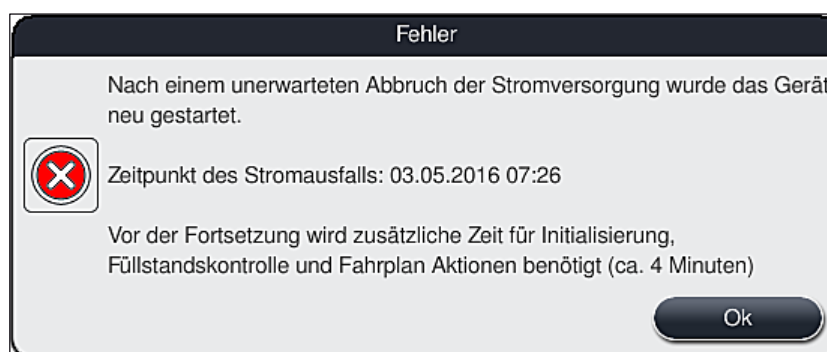

Abb. 104
- ① Die erste Meldung nach dem automatischen Neustart des Gerätes informiert den Benutzer über den Zeitpunkt des Stromausfalles (→ "Abb. 104"). Diese Meldung durch Drücken der Taste **OK** bestätigen, um die weiteren Anleitungen zur Fortsetzung des Färbeprozesses zu starten.